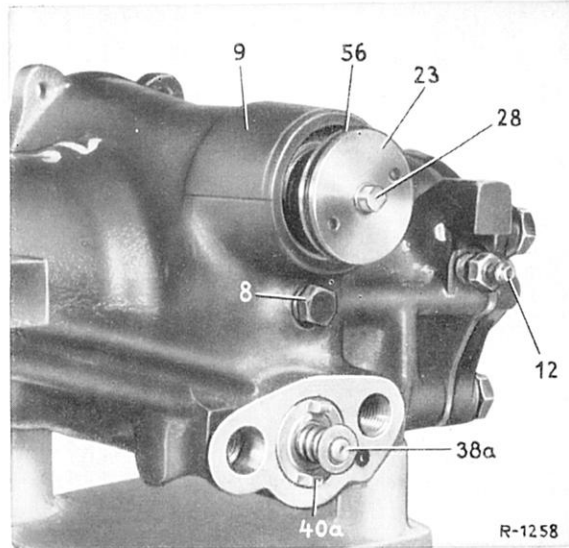

Bild 46-24/4
6 Verschlußdeckel (44) und Lenkwelle (29) aus dem Lenkgehäuse herausnehmen (Bild 46-24/6).